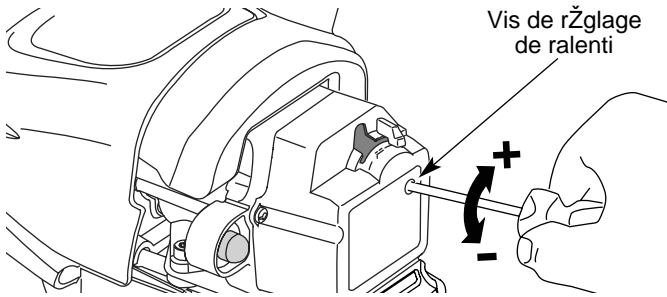

Fig. 30
Le régime ralenti du moteur est réglable par le couvercle du filtre à air/silencieux (Fig. 30).
2. Relâchez le levier d'accélérateur et laissez le moteur au ralenti. Si le moteur s'arrête, insérez un petit tournevis à embout cruciforme ou une tige plate dans le trou du filtre à air/couvercle du silencieux (Fig. 30). Vissez la vis de ralenti de 1/8 de tour à la fois (selon le besoin) jusqu'à ce que le moteur se mette bien au ralenti.